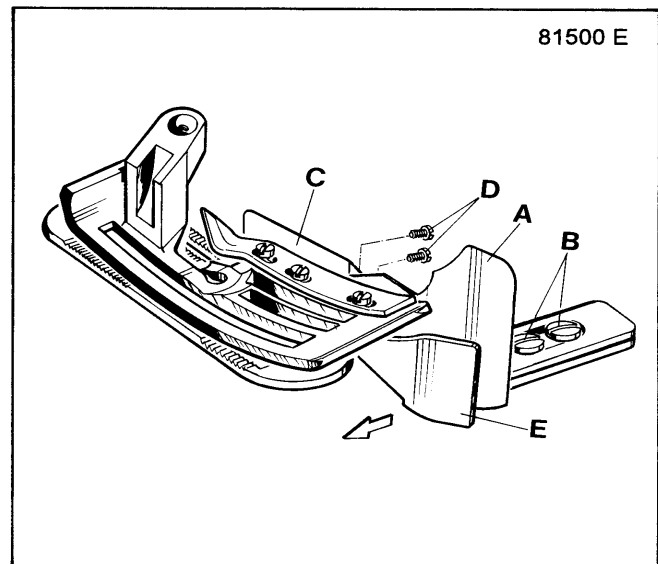

Fig. 6 A
Ajuste la guía tope (A, Figs. 6 y 6A) tan cerca como sea posible al pie prensatelas, pero sin tocarlo. Cuando suelte los dos tornillos (B) la guía tope (A) podrá moverse lateralmente. Reajuste los tornillos de nuevo.
Ajuste la lengüeta de costura (C, Figs. 6 y 6 A), de manera tal que la parte trasera del lazo del hilo desliza sobre la lengüeta hacia el tejido, mientras la parte delantera del lazo del hilo queda retenida hasta que la aguja entra al lazo del hilo. Después de soltar los tornillos (D) la lengüeta de costura (C) podrá moverse hacia adelante o hacia atrás. Cuando la lengüeta de costura se mueva hacia atrás, la parte frontal del lazo del hilo quedará retenida por más tiempo. Reajuste los tornillos (D) de nuevo.
Ponga la guía tope ajustable (E, Fig. 6 A) tanto hacia la izquierda como sea posible para que los bordes de las telas queden paralelos y uno frente al otro cuando se abra la costura.